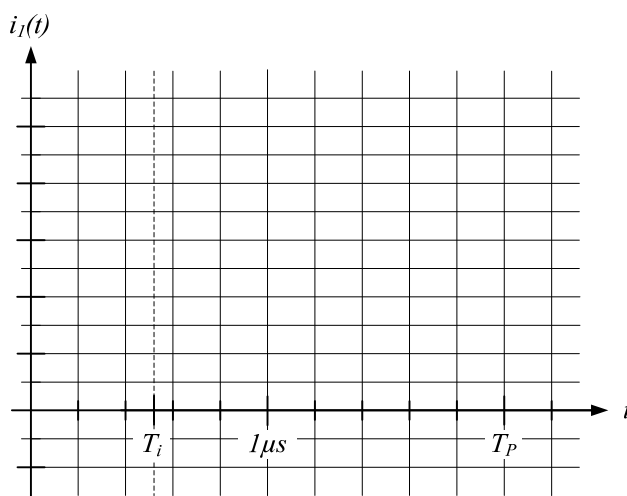

Abb. 3: Verlauf von $i_I(t)$.
- 5) Zeichne wiederum für $D = 0.275$ den zeitlichen Verlauf des Eingangsstromes $i_1(t)$ in **Abb. 3** ein. Wie gross ist der Mittelwert I_1 des Eingangsstromes?